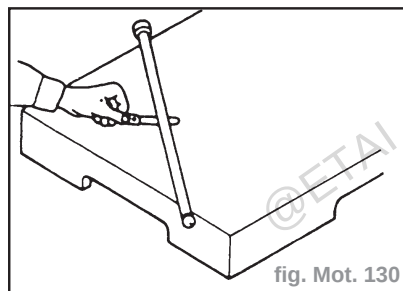

fig. Mot. 130
- Contrôler le gauchissement des tiges de culbuteur, à l'aide d'une plaque d'étalement et jauges d'épaisseur (fig. Mot. 130).